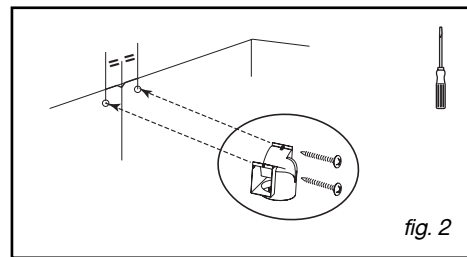

fig. 2
– Fixez contre le mur, en appui sur le plafond, le déflecteur plastique de fumée avec les deux vis (fig. 2). Prendre soin de centrer le déflecteur par rapport au trait vertical tracé sur le mur (fig. 2).